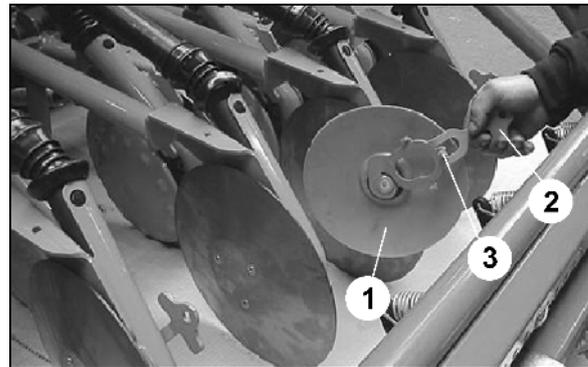
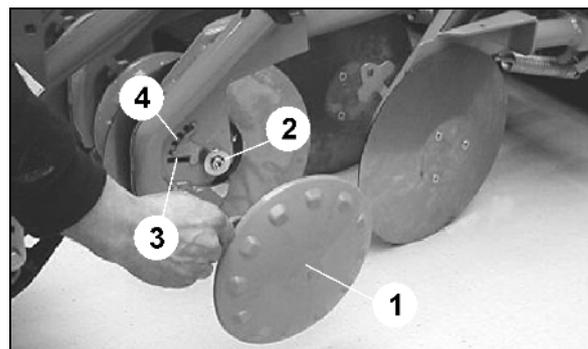
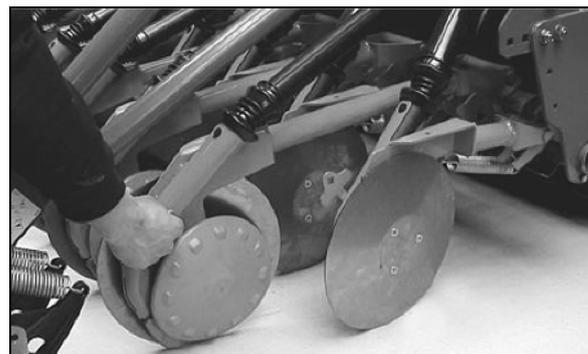

Fig. 85
Fig. 86
Fig. 87
1. Saisissez les limiteurs de profondeur RoTeC (Fig. 85 / 1) au niveau de la poignée (Fig. 85 / 2) et poussez le disque limiteur (Fig. 86 / 1) par le bas contre le verrouillage (Fig. 86 / 2) du RoTeC. L'embase (Fig. 85 / 3) doit s'enclencher dans la fente (Fig. 86 / 3).
3. Pour régler la profondeur de travail, tirez la poignée (Fig. 86 / 4) vers le haut (Fig. 87).